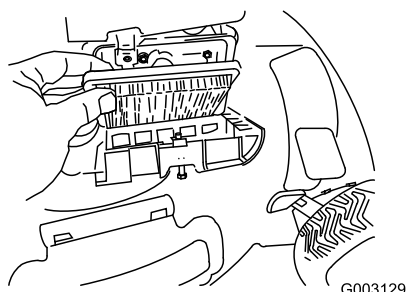

Figura 33
3. Sostituire il filtro dell'aria (Figura 33).